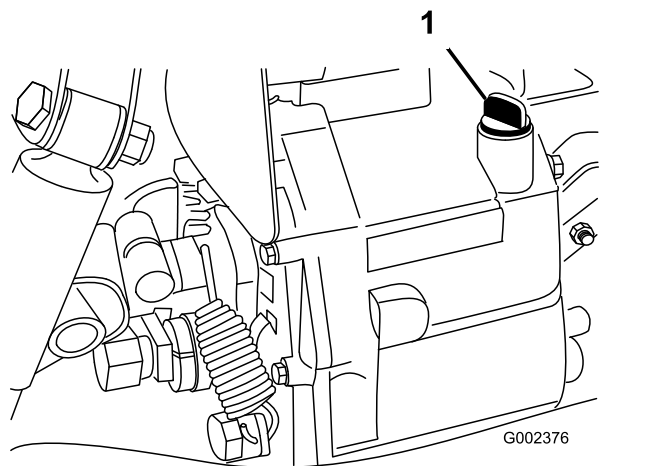

Bild 19
2. Reinigen Sie den Bereich um den Peilstab (Bild 19).